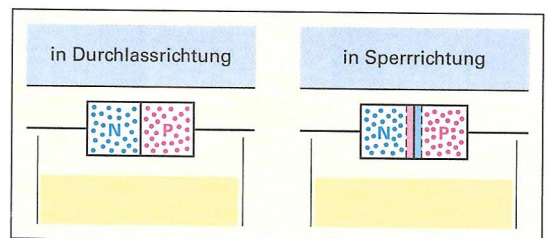

Bild 4: Durchlass- und Sperrrichtung
- Zeichnen und beschriften Sie den Spannungspfeil für die Durchlassspannung U_F und die Sperrspannung U_R in der richtigen Polarität in Bild 4 ein und